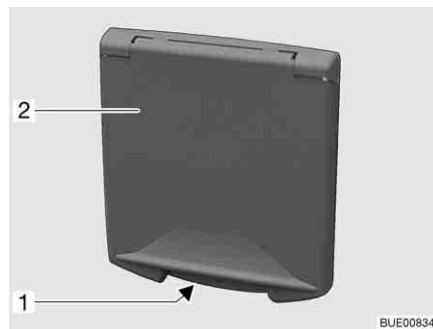

Fig. 49 Cierre a presión de la trampilla de servicio
- Introducir la llave en el cilindro de cierre del cierre a presión bajo llave (Fig. 49,1) y girarla un cuarto de vuelta. El cierre a presión está desbloqueado.
- Introducir la llave en el cilindro de cierre del cierre a presión bajo llave (Fig. 49,1) y girarla un cuarto de vuelta. El cierre a presión está bloqueado.